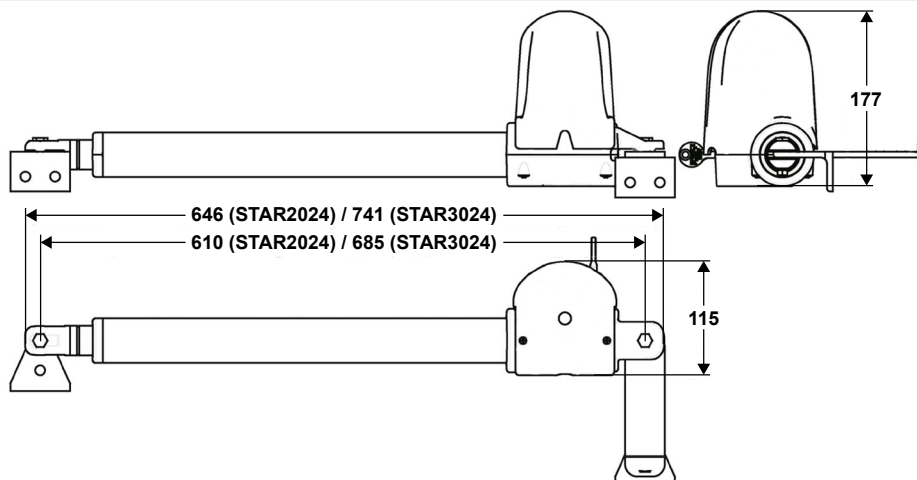

Fig. 2 IT - Limiti di impiego
- Waga i wymiary bramy lub drzwi muszą zawierać się w maksymalnych granicach zastosowania wskazanych na Rys.2